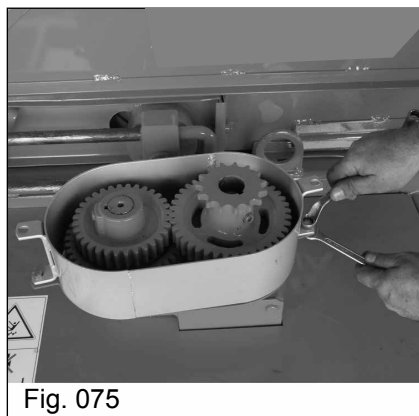

Fig. 075
j) Monte a caixa de câmbio que acompanha o kit, fixando os parafusos inferiores (Fig. 075) e em seguida coloque a tampa da caixa de câmbio fixando os parafusos superiores (Fig. 076).